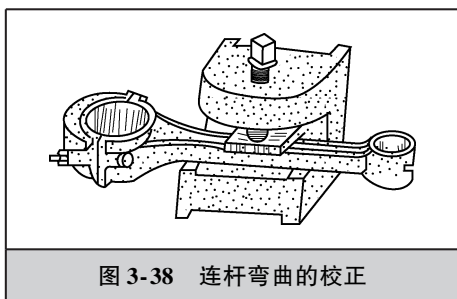
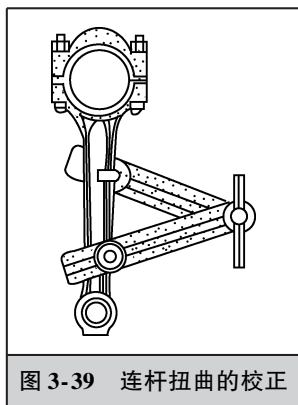

图 3-38 连杆弯曲的校正
图 3-39 连杆扭曲的校正
(3) 连杆变形的校正 经检验，如果弯、扭超过规定值，应记住弯、扭方向和数值，进行校正。连杆弯曲的校正可在压床或弯曲校正器上进行，用弯曲校正器校正连杆弯曲的方法如图3-38所示。连杆扭曲的校正可将连杆夹在台虎钳上，用扭曲校正器、长柄扳钳或管钳进行校正，用扭曲校正器校正连杆扭曲的方法如图3-39所示。